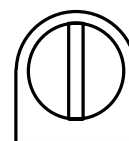

Fig. 2
*La moulure de l'accouplement du robinet doit être exactement parallèle aux arrêtes latérales du Dosimat, voir Fig. 2.*